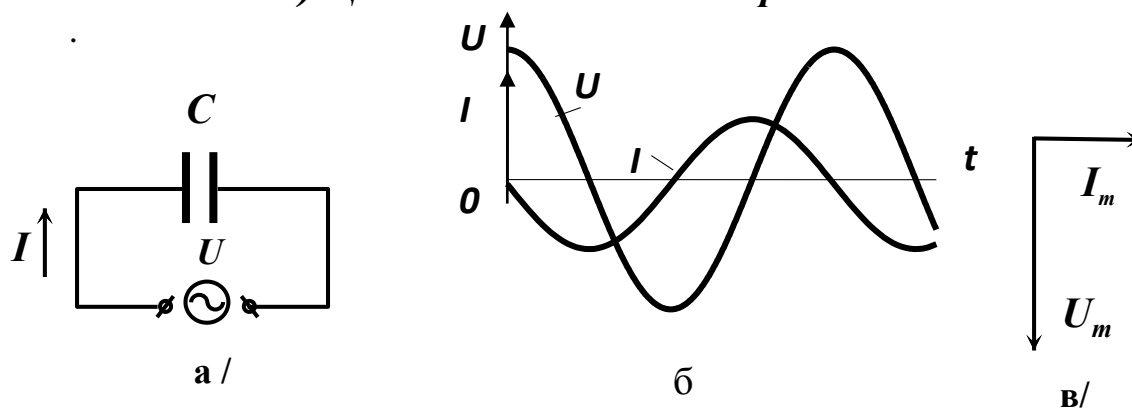

Рис. 4
На рис. 4б показана зависимость мгновенных значений напряжения и тока в цепи, содержащей емкость. Из рисунка и из сравнения соотношений (1) и (14) видно, что ток, текущий через емкость, опережает по фазе напряжение на емкости на  $\pi / 2$  . Если вектор тока направить горизонтально, то векторная диаграмма цепи, содержащей емкость, примет вид, показанный на рис. 4в.